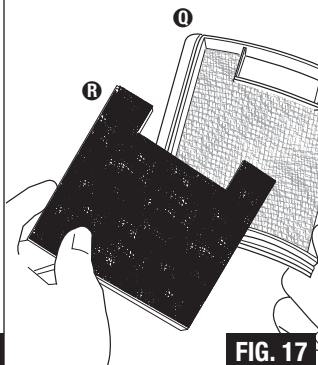

FIG. 17
**Step 3:** Remove foam **R** from filter frame (FIG. 17). Shake filter frame **Q** and foam filter to remove excess dust, or tap against waste container. If necessary, the filter frame and foam filter can be rinsed in luke warm water and air dried, completely.
**Paso 3:** Retire la espuma **R** del marco del filtro (FIG. 17). Sacuda el marco del filtro **Q** y el filtro de espuma para eliminar el exceso de polvo, o golpéelos ligeramente contra el recipiente de residuos. Si fuera necesario, el marco y la espuma del filtro se pueden enjuagar en agua tibia y dejar secar completamente al aire libre.